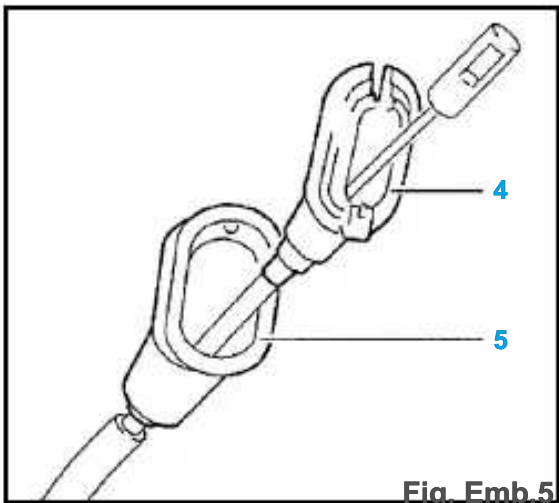

Fig. Emb.5
- Colocación del protector de caucho (5) En el soporte de cable (4) (Fig.. Emb 5).